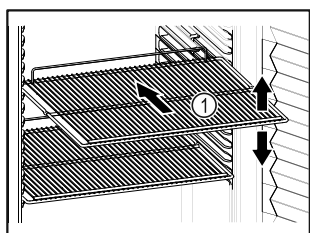

Fig. 57 Beispielhafte Darstellung
- ❑ Wenn Ablageflächen Fig. 57 (1) versetzbar sind, Ablageflächen je nach Höhe anpassen.